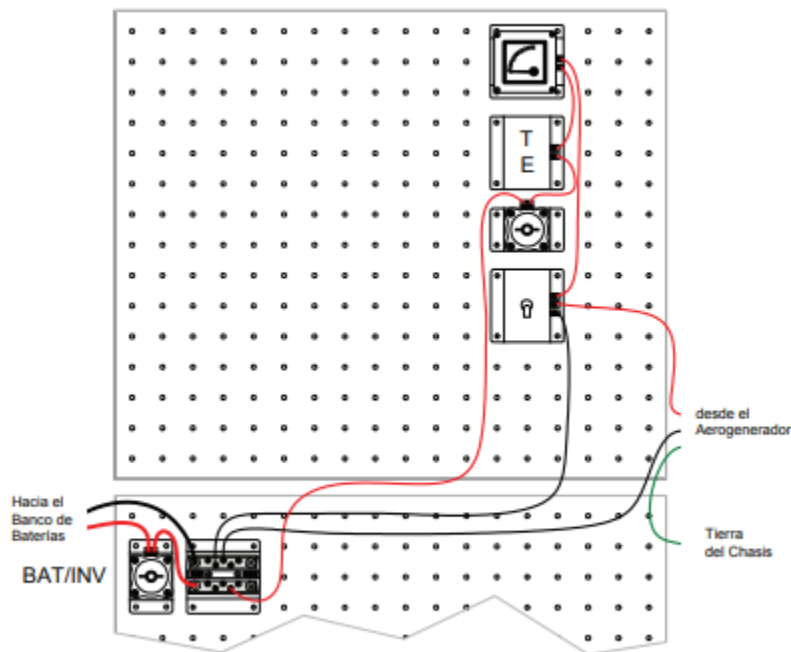

Figura 5-5. Cableado del sistema de baterías descargadas.
4. En la superficie de trabajo vertical instale el Interruptor de parada, el interruptor de desconexión TE, el disyuntor de CC y el amperímetro de CC. Asegure las pestañas de cada módulo y posícionelos de acuerdo a lo mostrado en la figura 5-5
6. Utilizando tres conectores de cables rojos #8 AWG (10mm²), conecte el cable rojo del aerogenerador al terminal central del interruptor de parada (IP). Conecte el terminal superior del interruptor de parada al terminal positivo (+) del amperímetro de CC. Conecte el terminal negativo (-) del amperímetro de CC al disyuntor.
10. El equipo didáctico debe estar conectado de una manera similar a lo mostrado en la figura 5-5
35. . Conecte nuevamente la lámpara fluorescente de 12 Vcc de la manera mostrada en la figura 5-5 y mida y registre el voltaje.